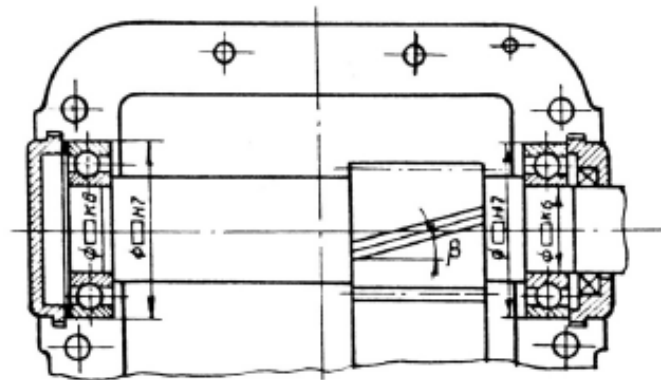

Рис. 6.2
**Задача 6.2.** Подобрать подшипники для вала косозубой шестерни по схеме (рис. 6.2), если на подшипники действуют радиальные силы  $F_{R1}$ ,  $F_{R2}$  и осевая сила  $F_A$ . Диаметры посадочных мест вала –  $d_B$ , частота вращения вала –  $n$ , срок службы подшипников –  $L_h$ . Температура подшипникового узла не превышает 100 °С, угол наклона зубьев  $\beta \leq 15^\circ$ .